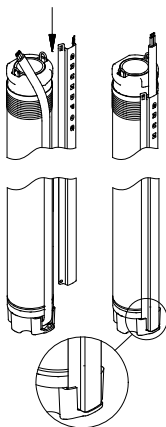

Fig. 9
2. Placér kabelbeskytteren i indhaket i kabelstikket. Kabelbeskytterens to flige skal gå i indgreb med den øverste kant af pumpe svøbet. Se fig. 9.